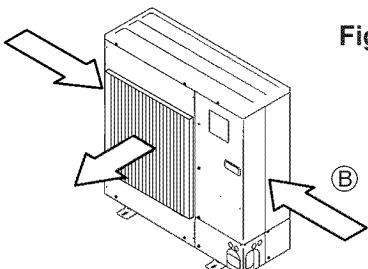

Fig. 2-5
- ③ Coloque la unidad de manera que la salida de aire sopla en dirección perpendicular a la dirección estacional del viento, si la conoce. (Fig. 2-5)
- ④ Dirección del viento